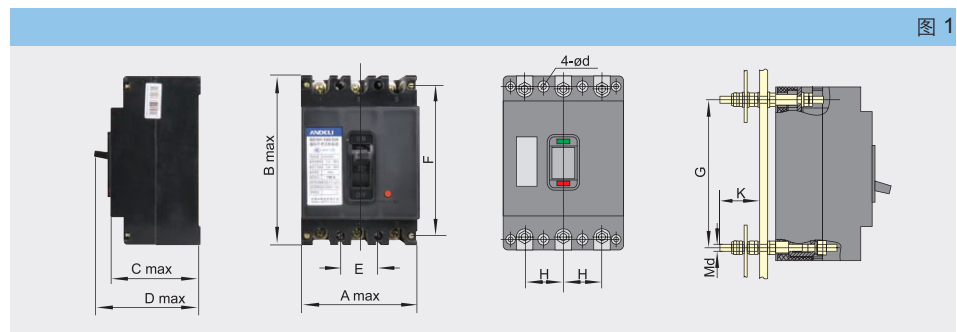

图 1
b. 板后接线：按图 1 所示固定接线板，再与相应的导线固定。